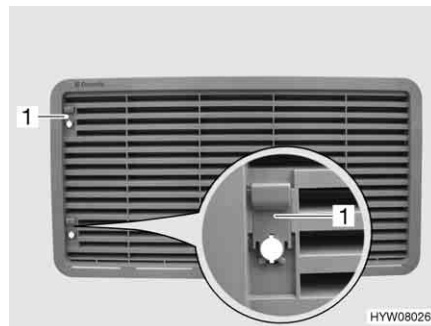

Fig. 167 Griglia di aerazione del frigorifero (con cursore)
- Spingere il cursore (Fig. 167,1) verso l'alto.